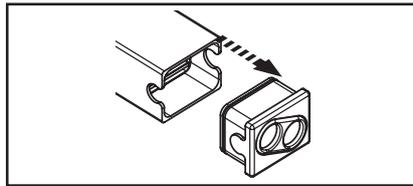

Abb.2 Verschlusskappe auf dem Gehäuse
2. Öffnen Sie den Gehäuse, indem Sie die Verschlusskappe entfernen (Abb. 2).